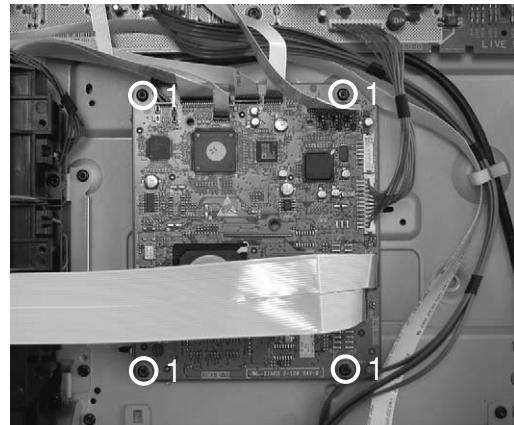

Fig. 5
- a. Remove the 4 screws 201. (Fig. 5)